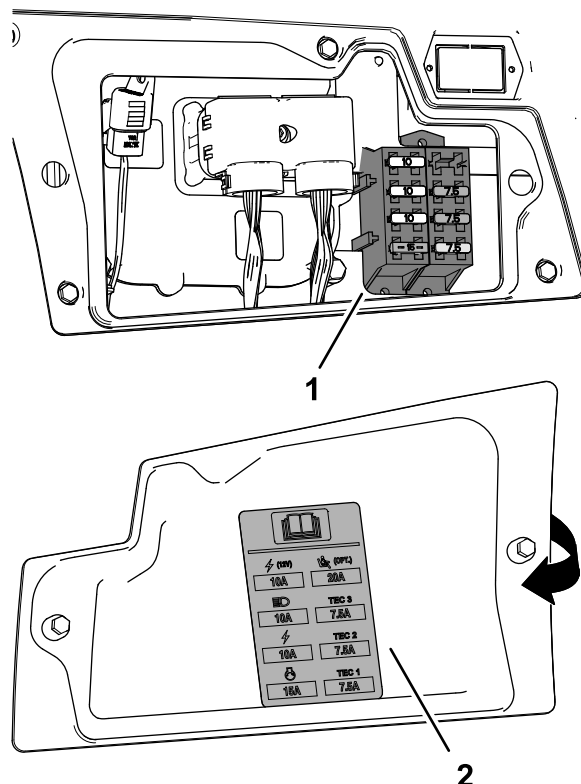

Figura 100
3. Cambie el fusible fundido (Figura 100) por otro del mismo tipo y amperaje.